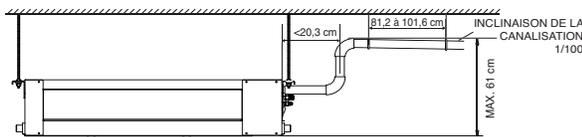

Figure 7 — Tuyauterie de condensat
CONFIGURATION DE L'AIR DE RETOUR — En fonction de l'exigence relative à la configuration de l'air de retour dans l'espace, il est possible de modifier le retour de l'appareil de l'arrière vers le bas. Comme la fig. 7 l'indique, retirez le collier de conduit de l'air de retour/support du filtre et le panneau de fond du plénum. Échangez la position pour changer la configuration du retour à l'arrière vers un retour en bas.
- Le point le plus haut de la conduite d'évacuation doit se trouver le près possible de l'appareil. Voir fig. 7.